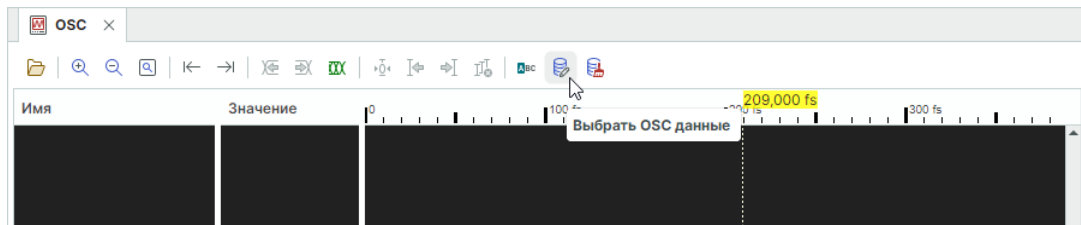

Рис. 34 Расположение кнопки «Выбрать OSC данные»
2. В окне осциллографа на панели инструментов окна осциллографа нажмите  для выбора данных, см. Рис. 34.